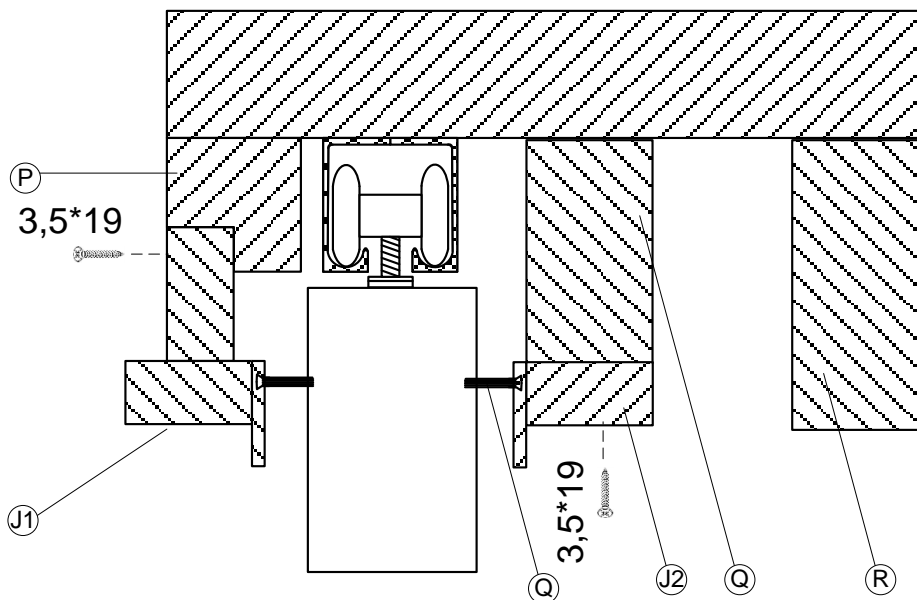

Рисунок 10
10. Установить горизонтальные основы под обрамляющие элементы и завести в паз (деталь J1,J2) щёточный уплотнитель (шлегель) (рис. 10).